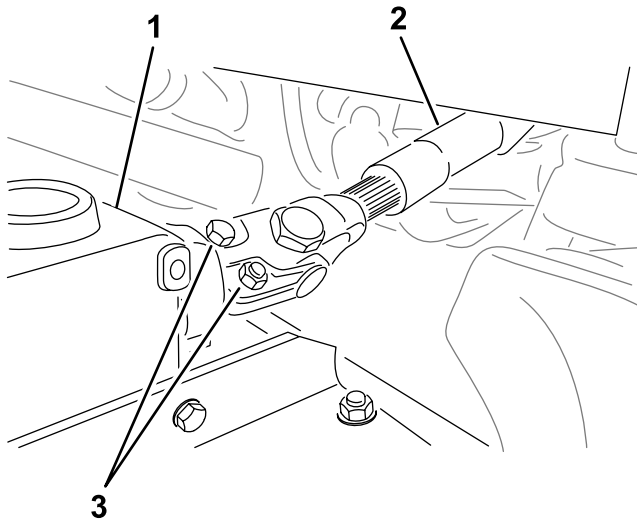

Bild 16
3. Wenn Sie die Zapfwelle am Getriebe installieren, montieren Sie jedes Schraubenpaar (5/16" x 2") und Muttern (5/16") gegenüberliegend (Bild 16) und ziehen Sie die Muttern auf ein Drehmoment von 40 N·m an.